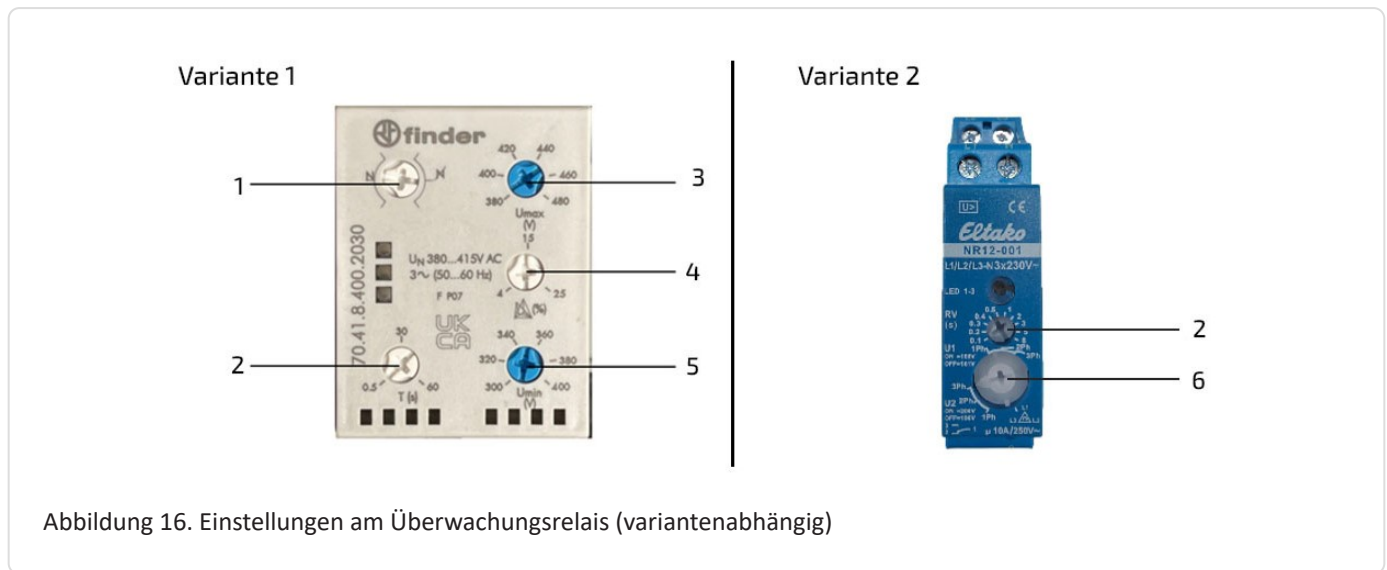

Abbildung 16. Einstellungen am Überwachungsrelais (variantenabhängig)
- Abbildung 16. Einstellungen am Überwachungsrelais (variantenabhängig)